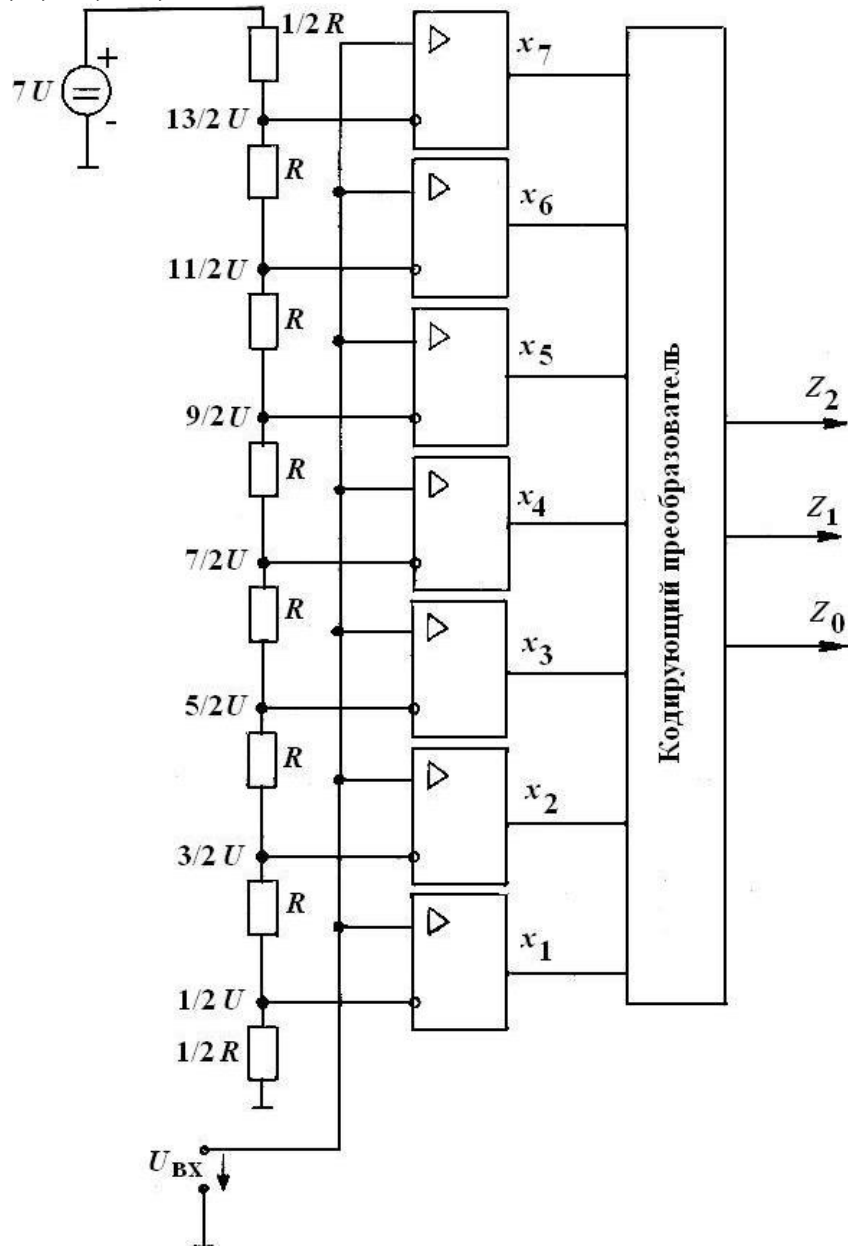

Рис. 20
20. Какой цифровой код будет на выходе АЦП (рис. 20), если входное напряжение равно 1,2 В; 4,5 В; 8 В; 12 В? Источник $7U = U_{\text{оп}} = 14$ В.